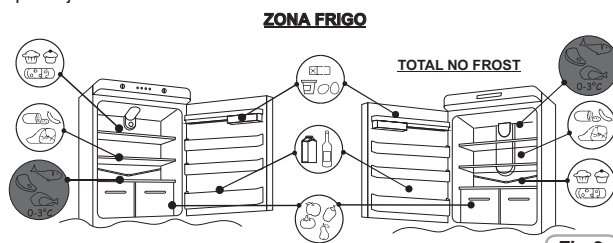

Fig.8
• Para manter o melhor sabor, nutrição e frescura dos alimentos, é aconselhável armazená-los no compartimento do frigorífico, como mostrado na FIG. 8, certificando-se de que todos estão envolvidos em folha de alumínio, película plástica ou dentro de recipientes adequados bem fechados, para evitar a contaminação cruzada.